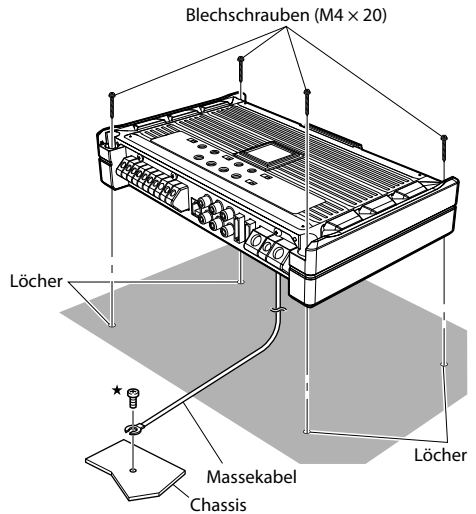

Abb. 3
6. Positionieren Sie den PDR-V75 über den Schraubenlöchern und sichern Sie das Gerät mit vier Blechschrauben. (Abb. 3)